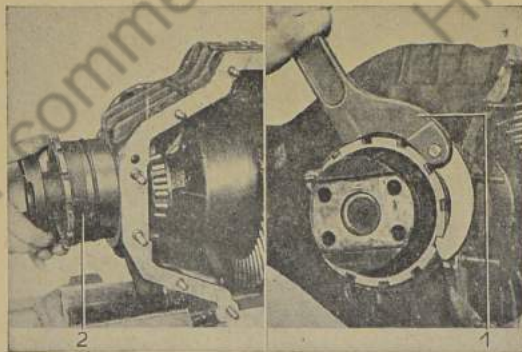

Bild 607: Seitliche Einstellbuchsen heraus-schrauben
3. Einstellbuchse mit Hakenschlüssel heraus-schrauben (Bild 607).